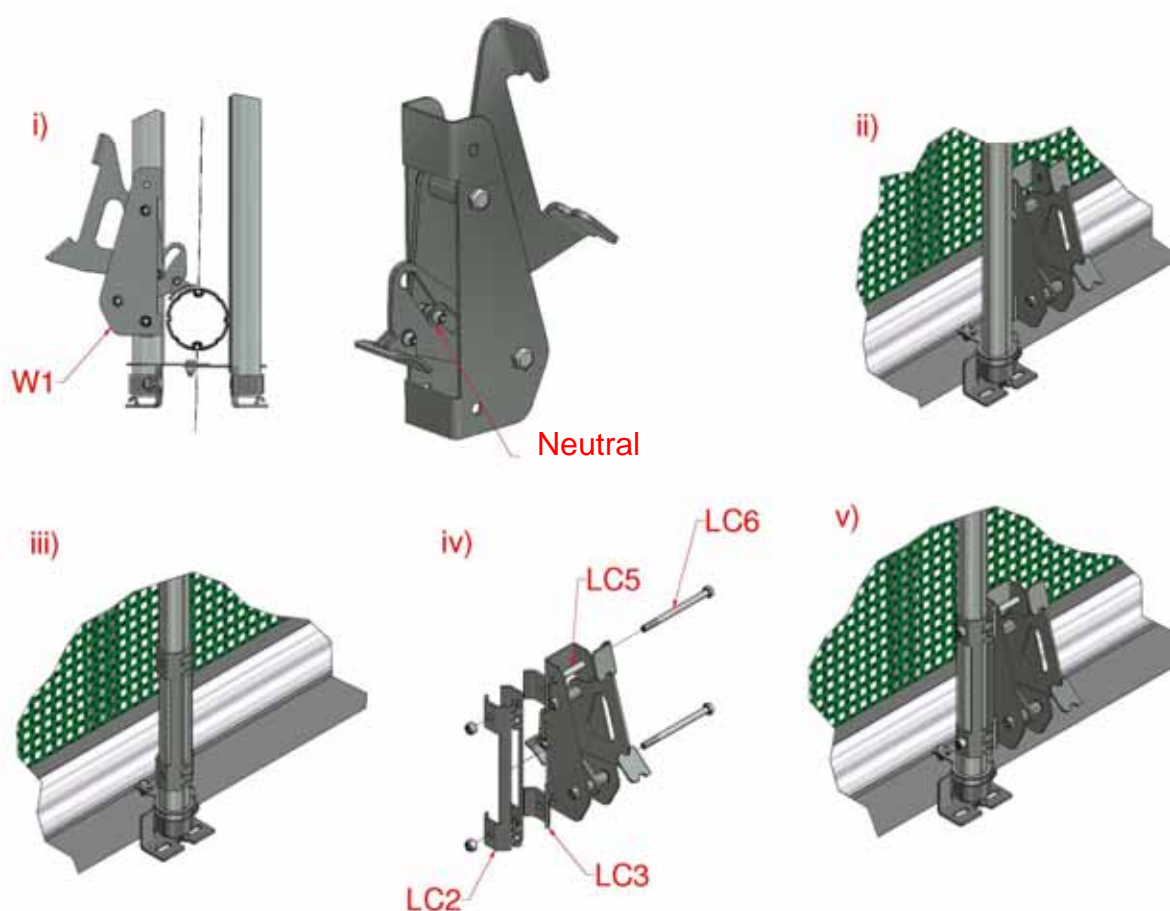

Abbildung 25: Mittlere Sperrklinken
- a) Während sich die Klinke in der Neutralstellung befindet, wie in Abbildung 25(i) gezeigt (also die Rolle in der mittleren Rastposition auf der Schiene), Klinke gegen das äußere Führungsrohr halten, so dass der Schuh am unteren Rollrohr anliegt, und Positionen der Montagelöcher auf dem Rohr markieren, siehe Abbildung 25(ii).
- b) Die beiden Klemmbleche um das Führungsrohr legen, so dass die Eingriffsfinger in der äußeren Rille des Rohrs sitzen, siehe Abbildung 25(iii). Montagelöcher auf die unter Punkt 5.1(a) angebrachten Markierungen ausrichten. Klemmbleche als Bohrschablone verwenden und von beiden Seiten aus durchgängiges Loch für M10-Schraube bohren.
- c) Klinke mit Schrauben M10x140mm lang am Rohr befestigen. Dabei Abstandsrohre innerhalb der Klinke und Abstandsbleche zwischen Klinke und Klemmblechen einsetzen, siehe Abbildung 25(iv).